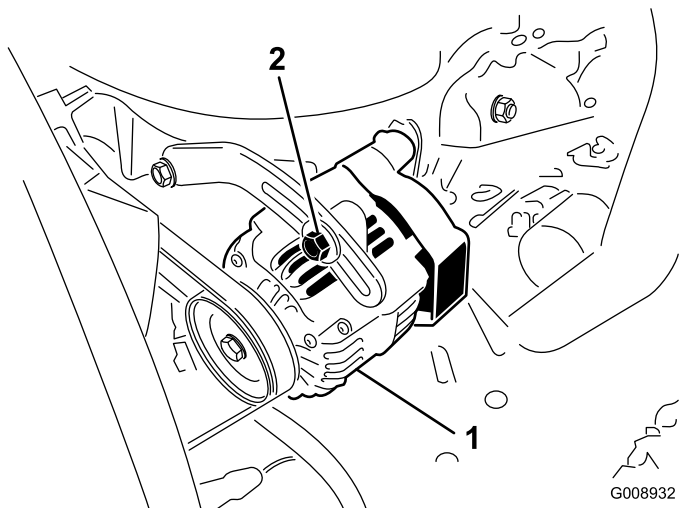

Рисунок 50
2. Если прогиб не равен 10 мм, ослабьте болты крепления генератора (Рисунок 50).